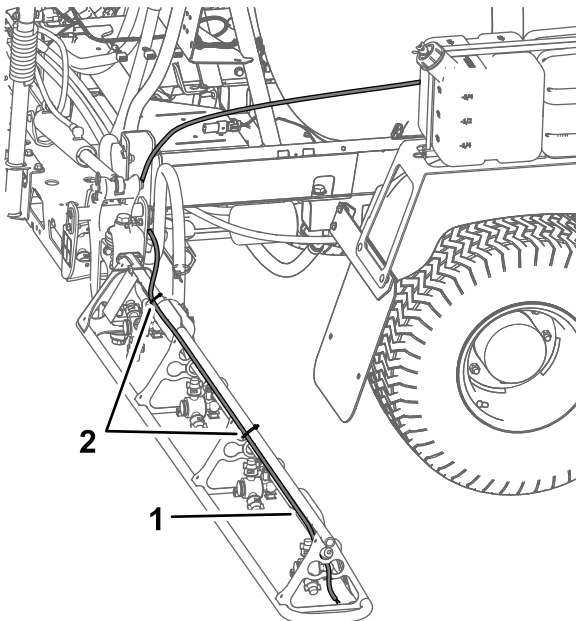

Figure 13
- Sur la rampe droite, installez le tube de mousse le long de l'arrière de la barre de support supérieure (Figure 13).